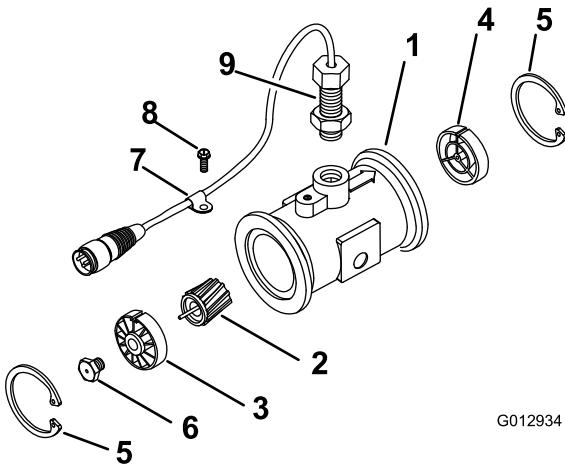

Figura 73
- Retire o anel de retenção do lado superior (Figura 73).